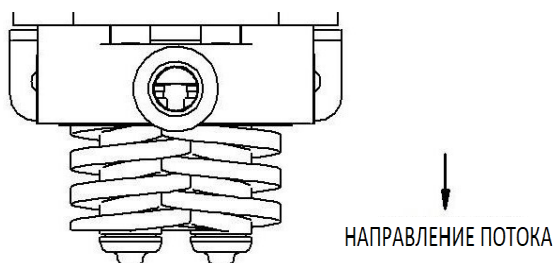

Рис. 41 – Сборка винта тип 3
- Тип 3: электродвигатель вращается по часовой стрелке. Положение винтов и направление потока показаны на рис. 41, напорная сторона со стороны насоса.